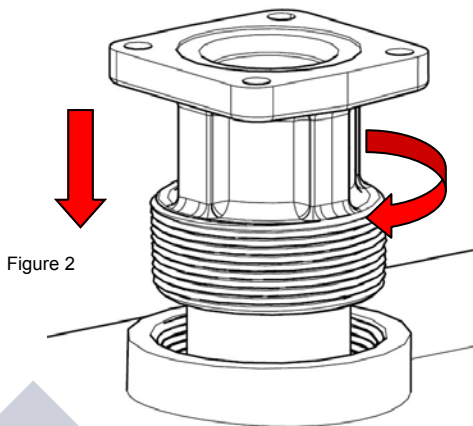

Figure 2
2. Visser la bride d'entrée (avec le tube d'aspiration) dans la bonde du réservoir. Sceller complètement le filetage à l'aide d'une pâte d'étanchéité liquide appropriée. (Figure 2)